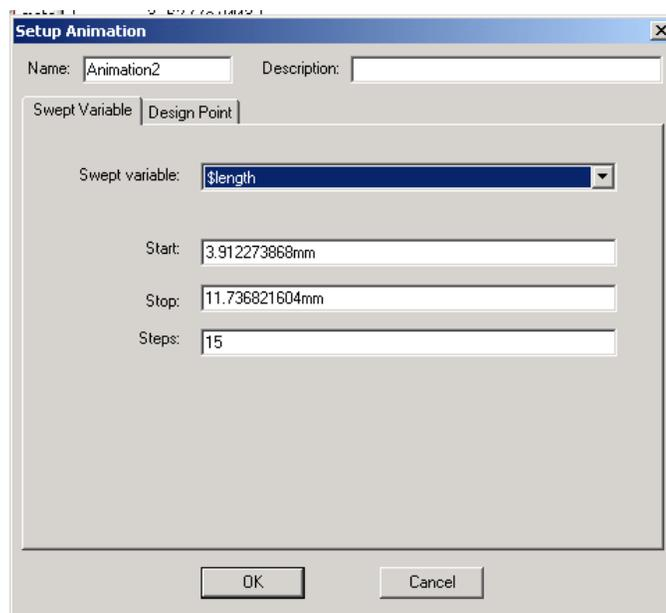

Рис. 8.33. Установки для мультипликации геометрии
5. Выберите характеристику, для которой Вы хотите составить график статистических результатов по оси *Y*, из опускающегося списка *Y*. График гистограммы появляется в диалоговом окне **Post Analysis Display**. Она отображает распределение выбранной характеристики при вариации статистически распределенного параметра (рис. 8.33).
3. Напечатайте имя для мультипликации в текстовом поле **Name**, или примите имя по умолчанию (рис. 8.33).